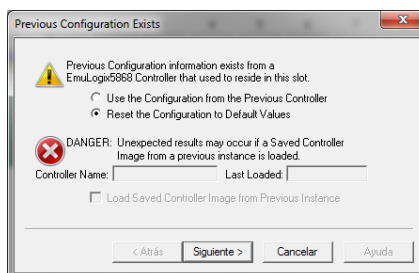

Figura 7 Ventana para configuración previa para el Controlador
7. En la Figura 7 se muestra el Chassis Monitor con el controlador agregado y previamente configurado.